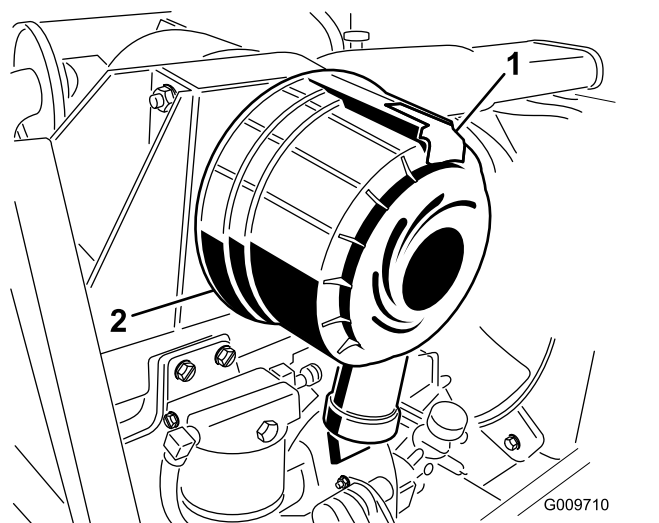

**Figura 49**
Faça a manutenção ao filtro de ar apenas quando o indicador de manutenção (Figura 49) o exigir. Mudar o filtro de ar antes de ser necessário apenas aumenta a possibilidade de entrar sujeira no motor quando retira o filtro.
10. Reinicie o indicador (Figura 49) se este se apresentar vermelho.